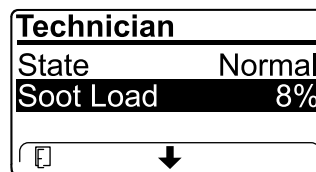

Figura 47
- Verificate il carico di fuliggine misurato come percentuale di fuliggine nel FAP (Figura 47); fate riferimento alla tabella del carico di fuliggine.